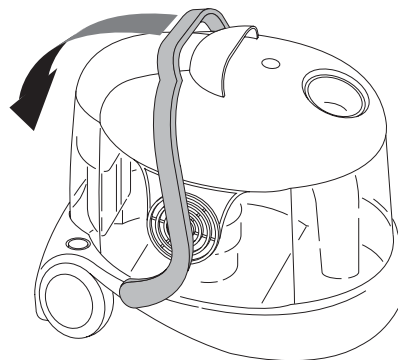

fig. 1
- Lăsați în jos complet mânerul de blocare a capacului **Q** (fig.1).